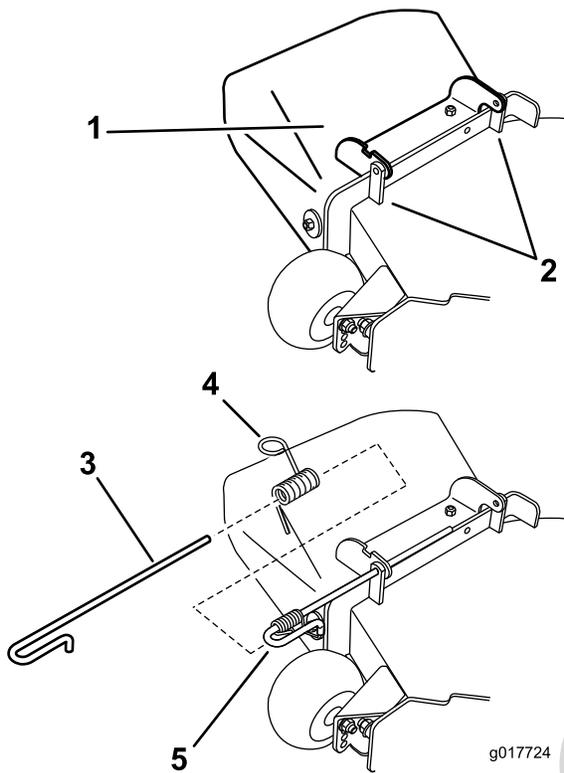

Figura 74
1. Desenganche el muelle de la muesca del soporte del deflector, y retire la varilla de los soportes soldados de carcasa, el muelle y el deflector de descarga (Figura 74). Retire el deflector de descarga dañado o desgastado.
- Coloque el nuevo conjunto del deflector de descarga con los extremos de los soportes entre los soportes soldados de la carcasa, según se muestra en la Figura 74.